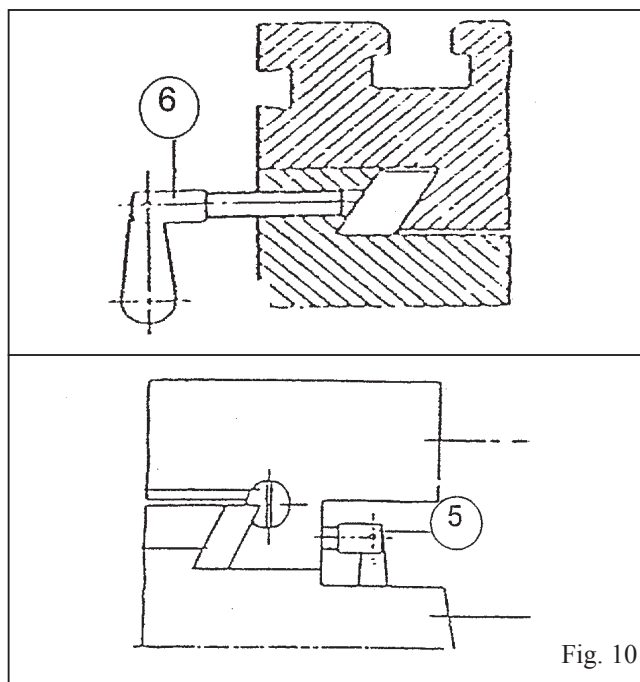

Fig. 10
1. Ved fresing venstre og høyre, anbefales det å løsne bordets lengdebevegelse for å garantere et presisjonsarbeid. For å gjøre dette, trekk til den lille bladskrue som sitter på den høyre siden av bordsokkelen (Fig. 10).
2. For å dra til bordets venstre- og høyrebevegelse for lengdefresing, trekk til begge de små bladskrueene på bordsokkelens framside (Fig. 10).